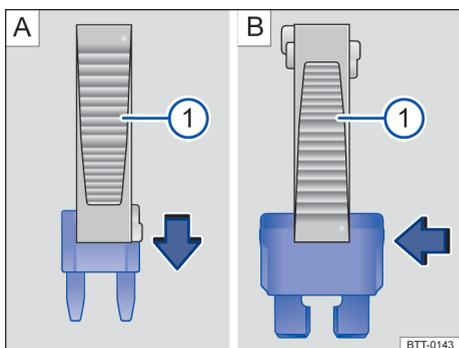

Fig. 138 Remover ou instalar um fusível com a garra da pinça de plástico ⓘ.
- Se necessário, retirar a pinça de plástico → Fig. 138 ⓘ do suporte. O suporte se encontra na parte traseira da caixa de fusíveis perto da tomada de conexão para diagnóstico.
- Em caso de *fusíveis pequenos*, encaixar a garra ⓘ por cima → Fig. 138 A.
- Em caso de *fusíveis maiores*, empurrar a garra ⓘ lateralmente sobre o fusível → Fig. 138 B.